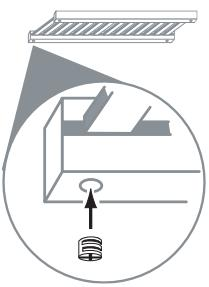

**FIG. 3.0**
- Sélectionner les montants (B) de Tour et les positionner en face l'un de l'autre, le côté avec les rainures vers l'intérieur. (**L'extrémité crantée vers le haut**) (Fig. 3.0)